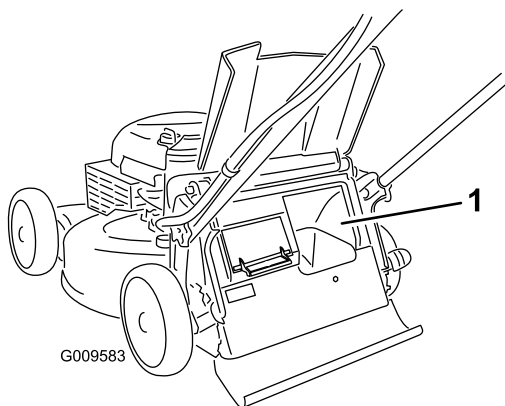

Рисунок 17
**Внимание:** Для обеспечения надлежащей работы, прежде чем передвигать рычаг включения сбора в мешок из одного положения в другое, удалите всю скошенную траву и мусор из дверцы для сбора в мешок и окружающего проема (Рисунок 17).